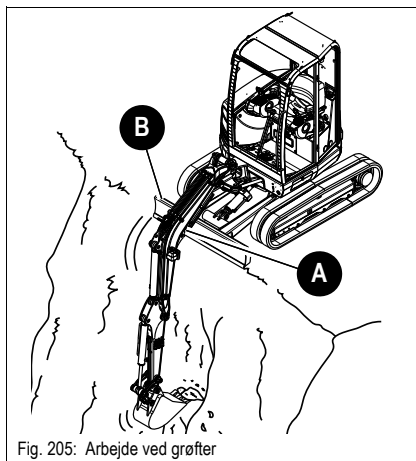

Fig. 205: Arbejde ved grøfter
- ☞ Anvend fortrinsvis den først beskrevne arbejdsstilling (Fig. 205), og vær hele tiden opmærksom på, at der ikke sker en kollision mellem stempelstangen **A** og dozerbladet **B**.